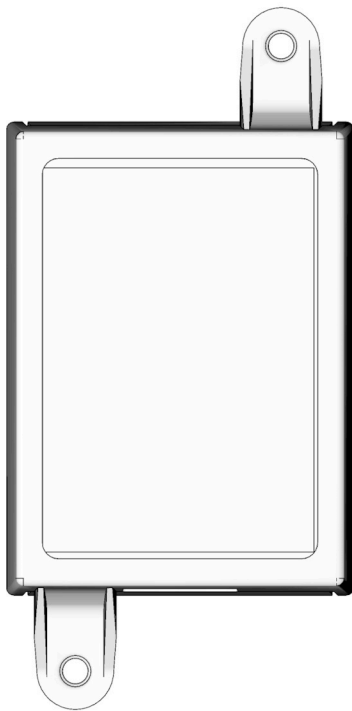

図 3
2. ジャンクションボックスを穿孔した穴 (図 3) に合わせて揃えます。